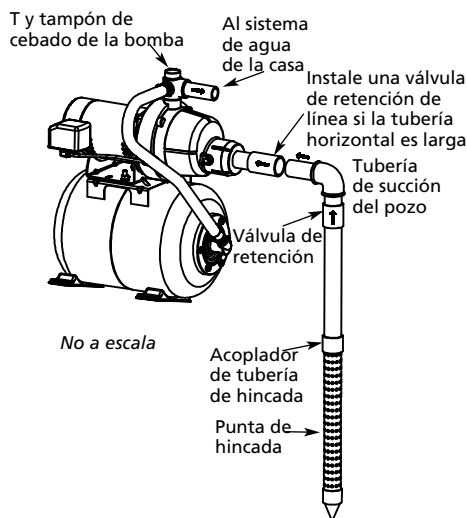

Figura 3 – Instalación en una Punta de Hincada
(Consulte la Figura 3)
2. Monte la válvula de pie, filtro y tubería para el pozo (véase la Figura 3). Asegúrese que la válvula de pie funcione sin problemas.